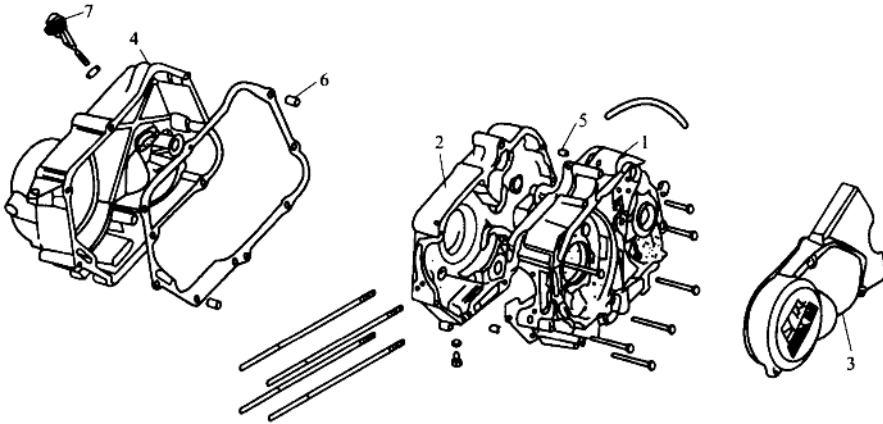

图 1-16 LX90、LX90-A 曲轴箱
1. 曲轴箱的结构 LX90、LX90-A 曲轴箱由左、右箱体和左、右箱盖等几部分组成(图 1-16)。